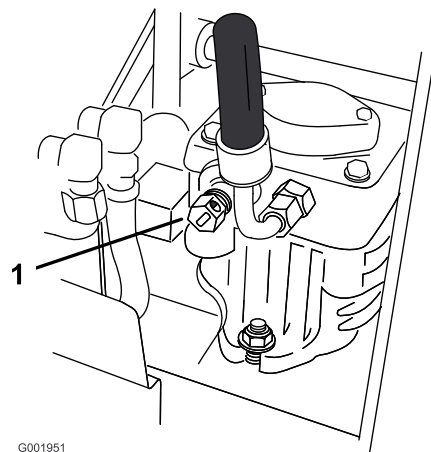

Figure 10
2. Ouvrez les vannes de dérivation des deux pompes en les tournant 1 à 2 fois dans le sens anti-horaire. Cela permet au liquide hydraulique de contourner les pompes et aux roues de tourner (Figure 10).